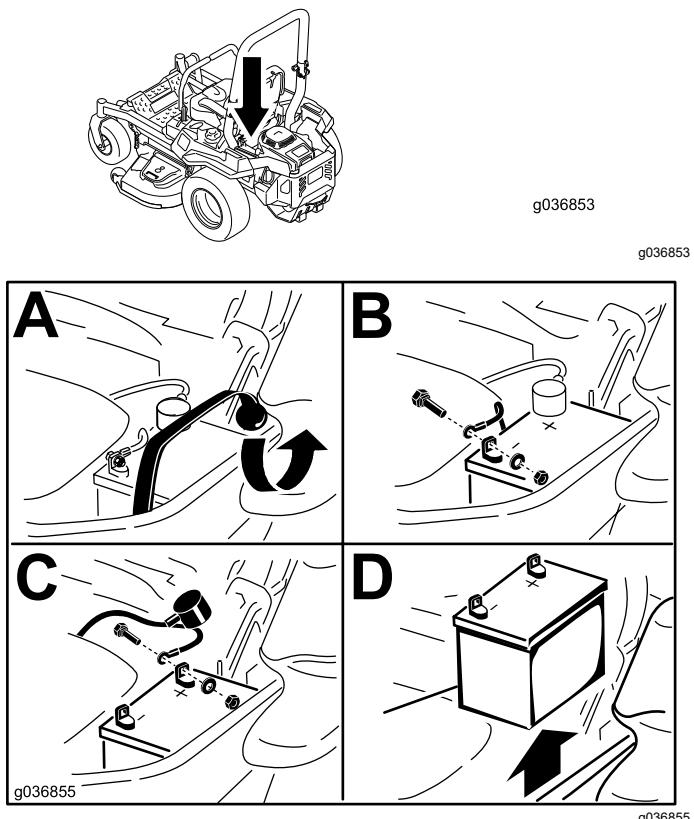

Figure 61
3. Retirez la batterie, comme montré à la Figure 61.
1. Placez la batterie dans son support en tournant les bornes à l'opposé du réservoir hydraulique (Figure 61).
4. Fixez les câbles avec 2 boulons, 2 rondelles et 2 contre-écrous (Figure 61).
6. Fixez la batterie en place à l'aide de la sangle en caoutchouc (Figure 61).